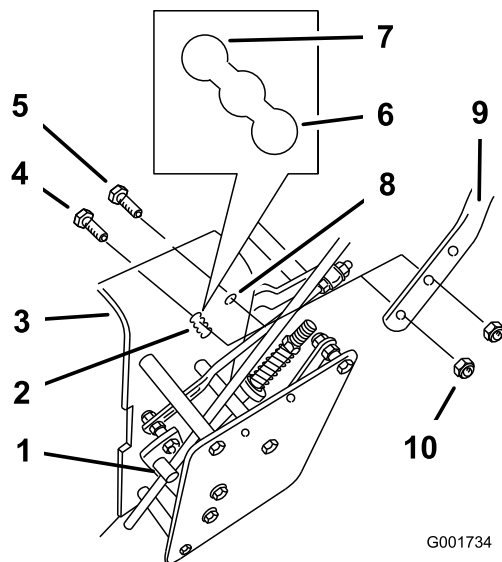

Figura 23
2. Afloje los pernos con arandela prensada superiores (3/8 x 1-1/4 pulg.) y la tuerca con arandela prensada que sujetan el manillar al bastidor trasero (Figura 23).
3. Retire los pernos con arandela prensada inferiores (3/8 x 1 pulg.) y las tuercas con arandela prensada que sujetan el manillar al bastidor trasero (Figura 23).
5. Ajuste la longitud de la varilla de control girando la varilla de control en el acoplamiento (Figura 23).